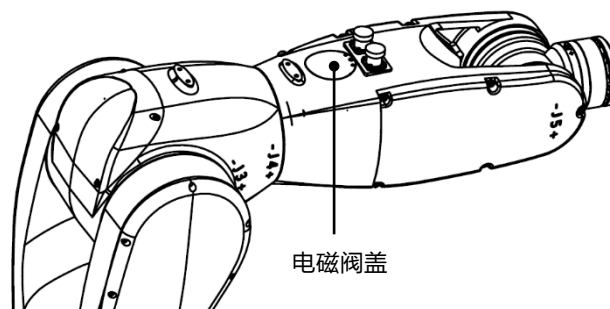
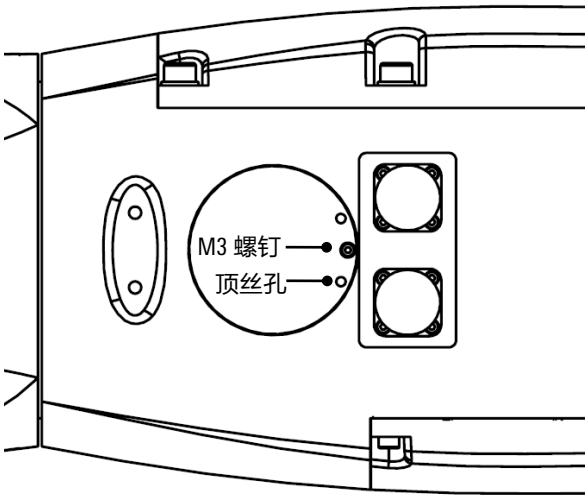

图 7-3 拓星际R071-08-A 型操作机小臂上电磁阀盖位置
图 7-4 拓星际R071-08-A 型操作机小臂上电磁阀盖螺钉和顶丝孔
- 拓星际R071-08-A 型操作机小臂上电磁阀盖的位置如图 7-3 所示。在通电前应先打开电磁阀盖，如图 7-4 所示，先拆下 M2 螺钉，再利用 M3 螺钉旋入两个顶丝孔中，可将电磁阀盖翘起。